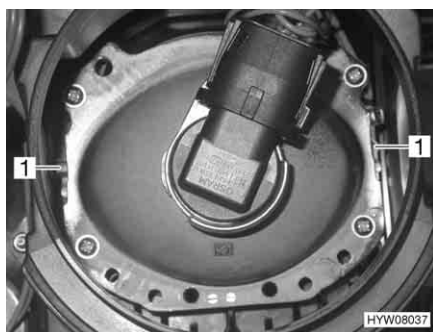

Fig. 130 Conversione fari anteriori
- Inclinare le due leve di conversione (Fig. 130,1) sull'altro lato.